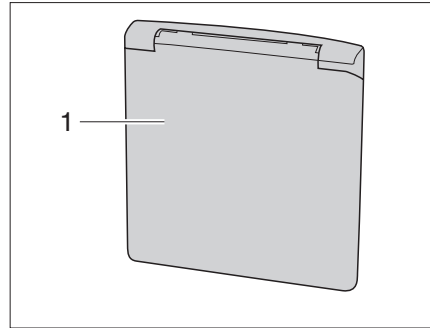

Bild 9 Klappe für 230-V-Anschluss
- ▶ Außenklappe (Bild 9,1) unten greifen und nach oben schwenken.
- ▶ Außenklappe (Bild 9,1) nach unten schwenken und zudrücken.